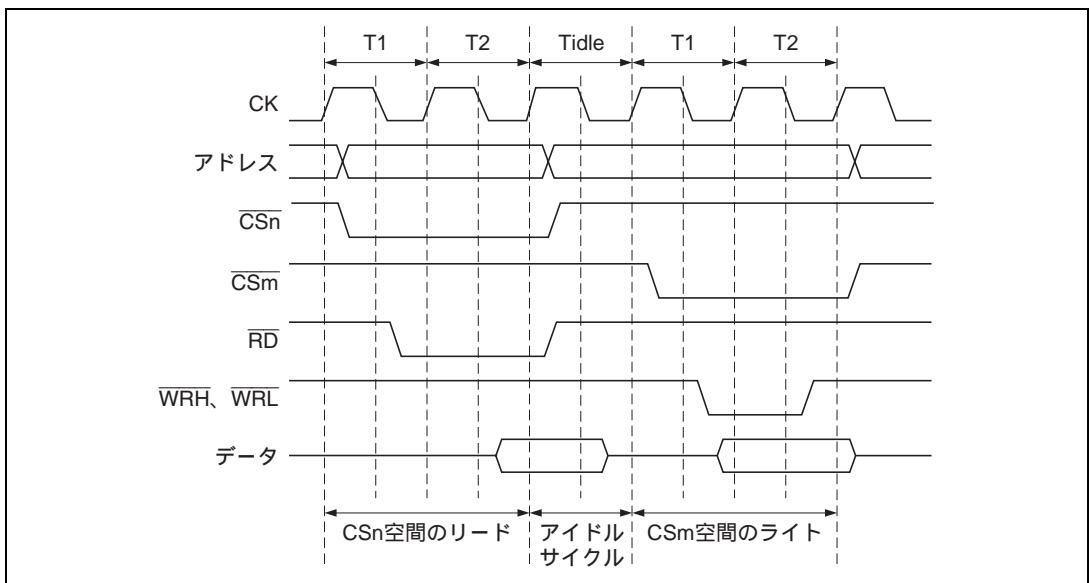

図 8.7 アイドルサイクル挿入例
(1) リードサイクル後のライトサイクル、(2) リードサイクル後の異なるCS空間に対するリードサイクル、の2つの場合、BCR2のIW31~IW00ビットによって指定されたサイクル数だけアイドルサイクルが入るようウェイトを挿入します。アクセスサイクル間にもともとアイドルサイクルが存在する場合は、指定されたアイドルサイクル数からその空きサイクル数を除いたサイクルだけウェイトを挿入します。図8.7にサイクル間アイドルの例を示します。この例では、 \overline{CSn} 空間のサイクル間アイドルに1を指定した場合に、 \overline{CSn} 空間のリードサイクルの直後に \overline{CSm} 空間のライトを行う時、1アイドルサイクルが挿入されることを示しています。